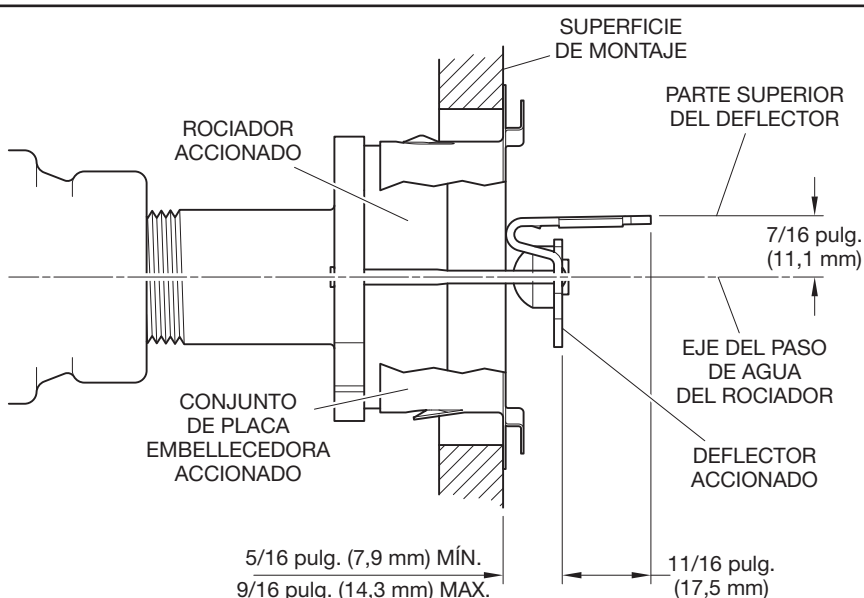

FIGURA 2
3. El eje del paso de agua del rociador se encuentra 11,1 mm (7/16 pulg.) por debajo del deflector (Figura 2).